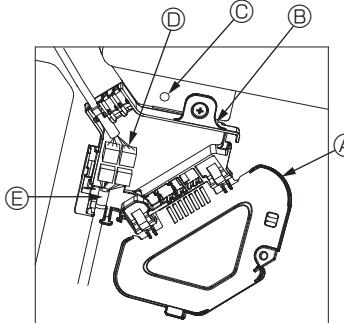
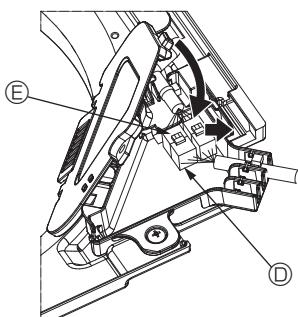

Fig. 10-8
Fig. 10-9
- ① Retire o parafuso que segura a tampa da caixa de conexão e, em seguida, abra a tampa.
- ② Ligue firmemente o conector do fio de junção do motor de palhetas e o conector do fio do motor de palhetas do painel na caixa de conexão. (Fig. 10-8)
- ③ Feche a tampa da caixa de conexão.
- Quando pretender fechar a tampa da caixa de conexão, faça deslizar a tampa na direção indicada pela seta e certifique-se de que a saliência fica firmemente inserida. (Fig. 10-9)